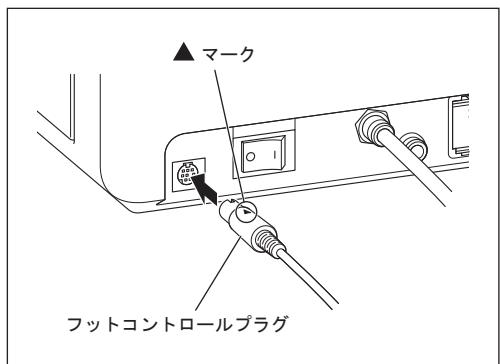

図5
- 2) ▲マークを上にしてフットコントロールプラグをフットコントロールソケットに挿し込みます（図5）。